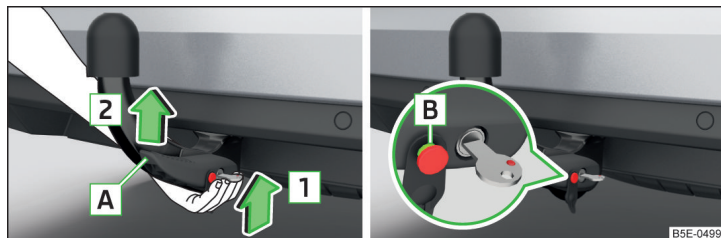

Fig. 301 Colocar barra de cabeza esférica / perno de desbloqueo en el estado desplegado
- Agarre la barra de cabeza esférica **desde abajo** » fig. 301 y encájela en la cavidad de alojamiento siguiendo el sentido de la flecha **1** hasta que se encastre de forma audible » **!**.